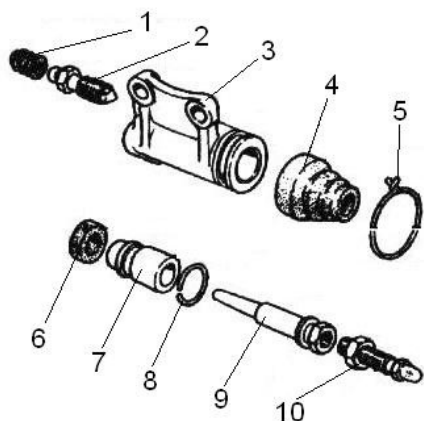

Рис. 3-16. Детали цилиндра привода выключения сцепления (рабочего цилиндра).
**Рабочий цилиндр.** Снимите защитный резиновый чехол 4 (рис. 3-16) вместе с толкателем 9-10, затем снимите стопорное кольцо 8. Это позволит вынуть поршень 7 и манжету 6.